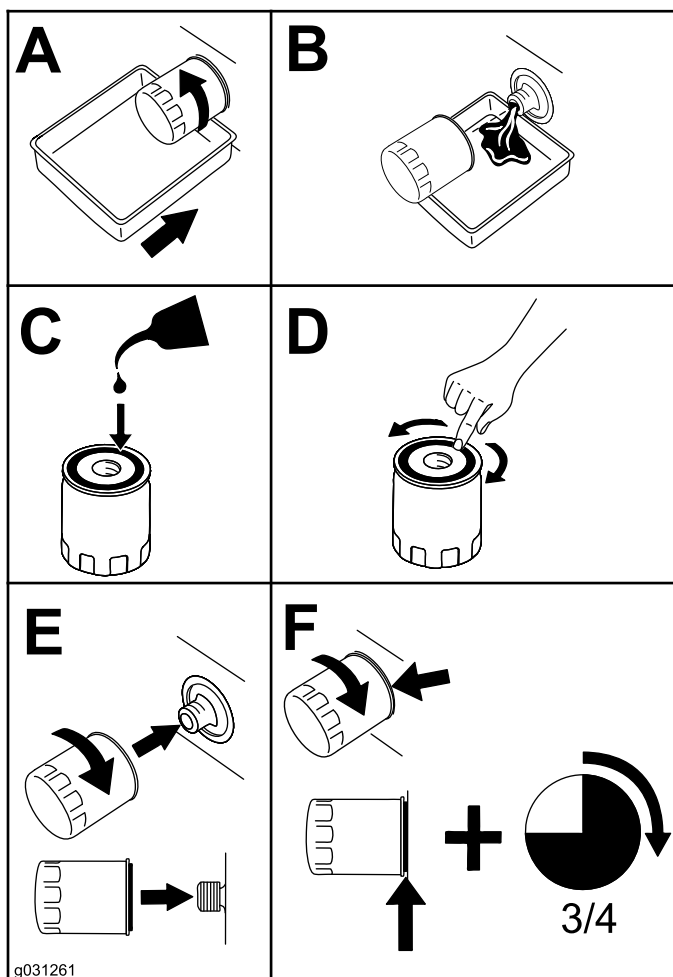

Figura 95
4. Substitua o filtro do óleo do motor (**Figura 95**).